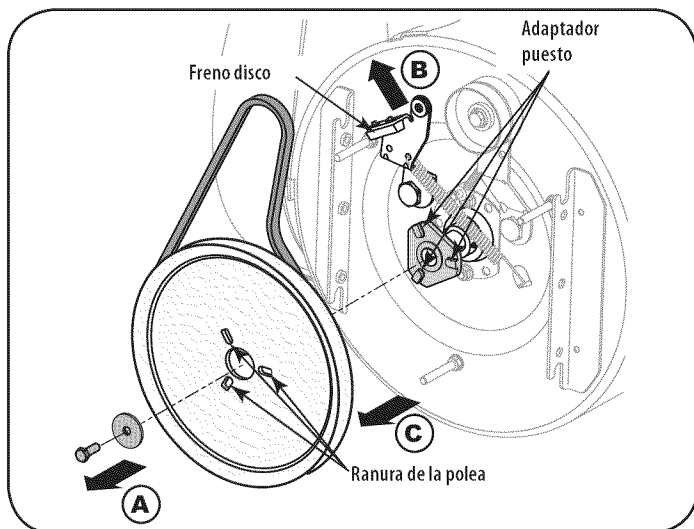

Figura 34
5. Bloquear el impulsor con un pedazo de madera para evitar que el hilado y el uso de una 1/2" para quitar la llave hexagonal de tornillo y arandela plana desde el centro de la polea sobre la barrena vivienda. A ver en la Figura 34.
6. Levante el soporte de montaje de freno de la polea ranura (B en la Figura 34) y deslice la polea asamblea fuera de los puestos de la polea del adaptador de barrena (C) para eliminar el antiguo cinturón.
8. Gire a la polea que sea necesario para alinear sus tres ranuras de aproximadamente con los puestos de la polea del adaptador y, a continuación, mueva el soporte de freno de montaje fuera del eje de entrada. Si bien la alineación de la polea las franjas horarias y adaptador de puestos, empuje la barrena polea plenamente en el adaptador. Consulte la Figura 34.
NOTA: Si el adaptador de la polea se eliminó con la polea, se suman los splines adaptador de la polea del eje de entrada y barrena, y empuje de la polea y el adaptador en el árbol. Consulte la Figura 34.